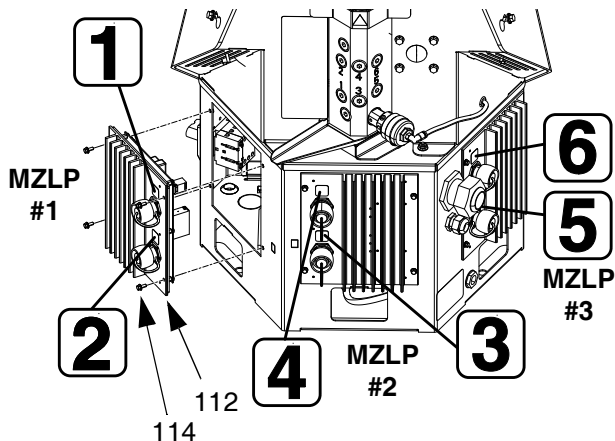

FIG. 45
2. Retirer la porte frontale d'accès au boîtier électrique (10).
3. Débrancher les connecteurs électriques du flexible chauffé depuis l'extérieur du MZLP (112).
4. Noter l'emplacement de chaque câble, puis débrancher tous les câbles du MZLP (112) qui doit être remplacé. Voir la FIG. 45.
5. Retirer les quatre vis (114) qui maintiennent le MZLP (112) sur le boîtier électrique (1), puis retirer avec précaution le MZLP du boîtier électrique. Voir la FIG. 45.
6. Remplacer le MZLP. Voir la FIG. 45 pour l'identification des MZLP #1, MZLP #2, et MZLP #3.
- b. Pour remplacer le MZLP #3, retirer le cavalier (135) du connecteur J5 du MZLP #3 et le réinstaller sur le connecteur J5 du nouveau MZLP #3.
2. Coller des autocollants avec le canal sur le nouveau MZLP. Voir la FIG. 45.
3. Utiliser les quatre vis (114) pour installer le MZLP (112) sur le boîtier électrique (1).
4. Raccorder les câbles au MZLP (112).